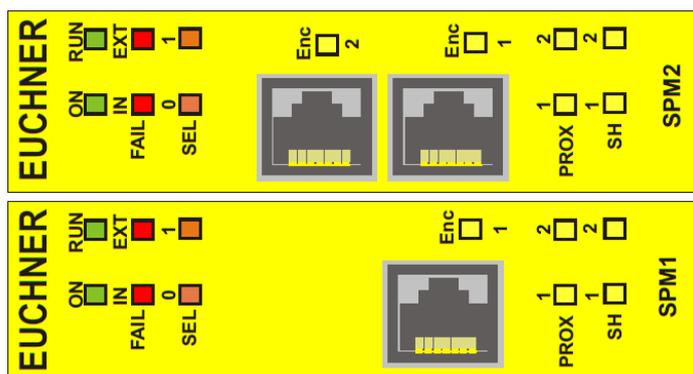

Figura 40:
8.4.13. Módulos SPM0/SPM1/SPM2 (Figura 40)